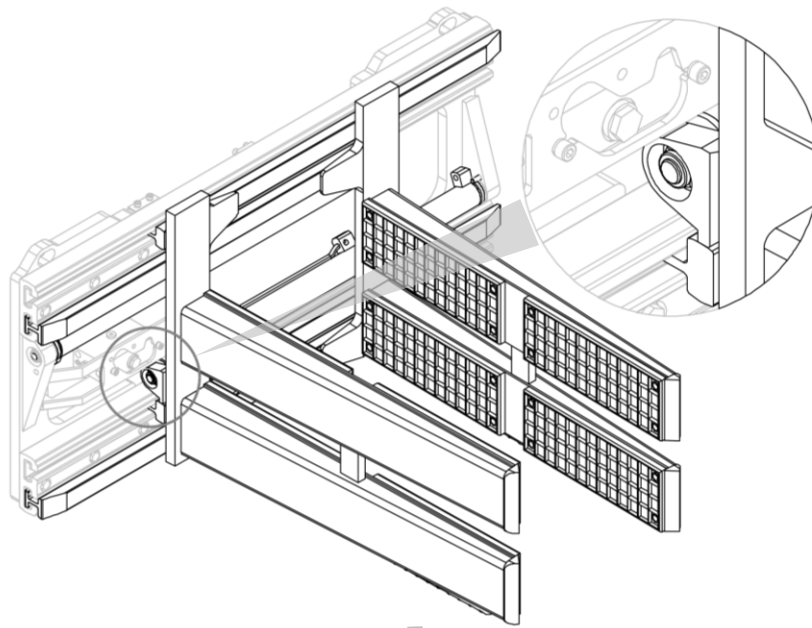
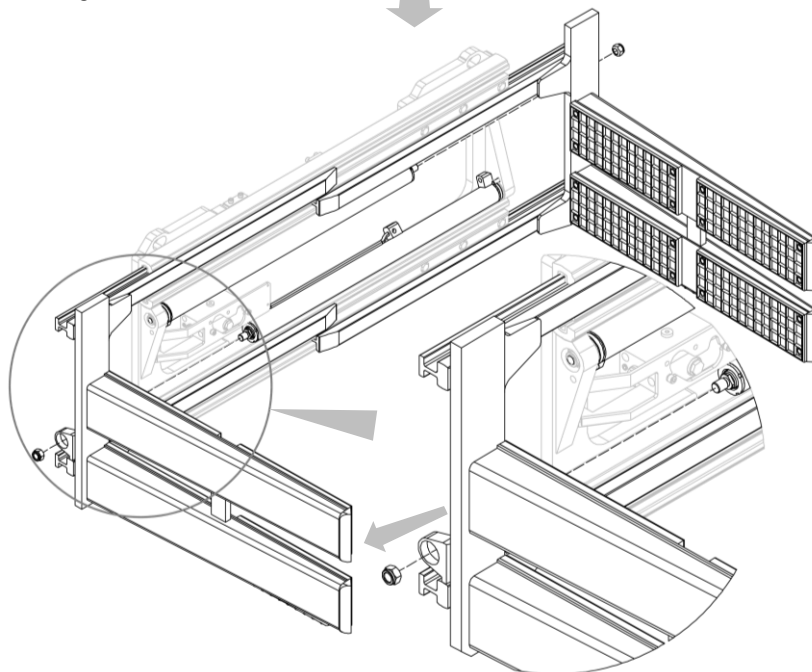

Figura 25
Figura 26
2. Remover los perfiles con los brazos después de desenroscar las tuercas que bloquean las horquillas (mira *Figura 25* y *Figura 26*).